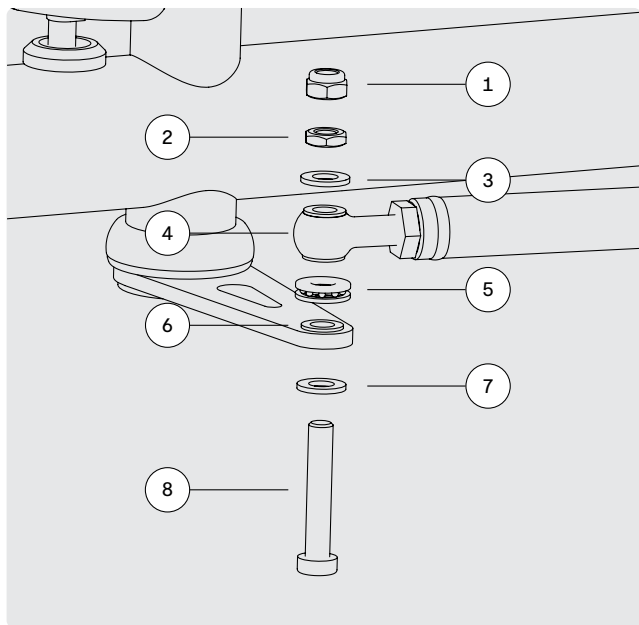

BILD 10
- 1 För styrarmen och styrstagets ögleskruv över varandra och montera de enskilda delarna ovanpå varandra i rätt ordning enligt bild 10 på nästa sida